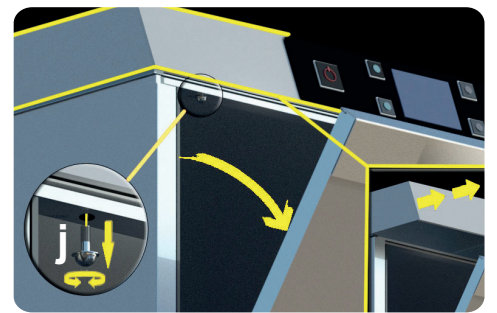

fig. 1
- Enlever le panneau sous la porte pour accéder au compartiment technique, en enlevant les vis. (position **j** - voir **fig. 1**).
- Ouvrir la porte et enlever les vis frontales du couvercle de la machine. Faites glisser partiellement le couvercle d'environ 20 cm vers la partie frontale de la machine (position **j** - voir **fig. 1**).